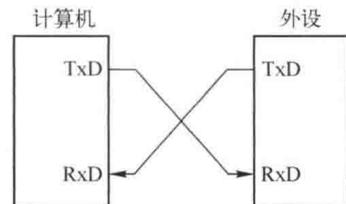

图 8-3 串行通信
① 速度较慢: 如果并行通信一次可以传输 8 位数据, 则在相同的数据传输速率下, 串行通信只有并行通信的 1/8 的速度。
② 引线少: 如果结合其他措施且不考虑地线, 单向串行通信用一根线就可以实现数据传输, 当串行通信是双向传输时, 则两根线就可以了, 常用符号 TxD 表示数据的发送线, RxD 表示数据的接收线, 所以当两台计算机通过串行线相连时, TxD 线和 RxD 线要交叉相连, 连接方式非常简单, 如图 8-3 所示。